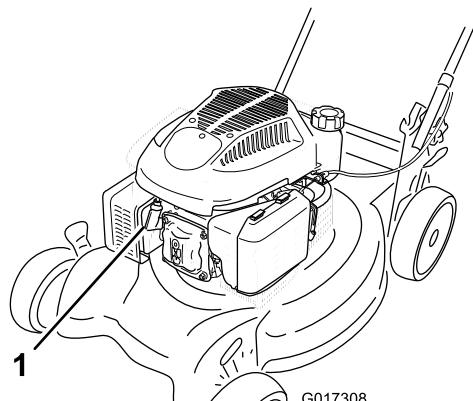

Figura 24
- Desconecte el cable de la bujía (Figura 24) antes de realizar cualquier procedimiento de mantenimiento.